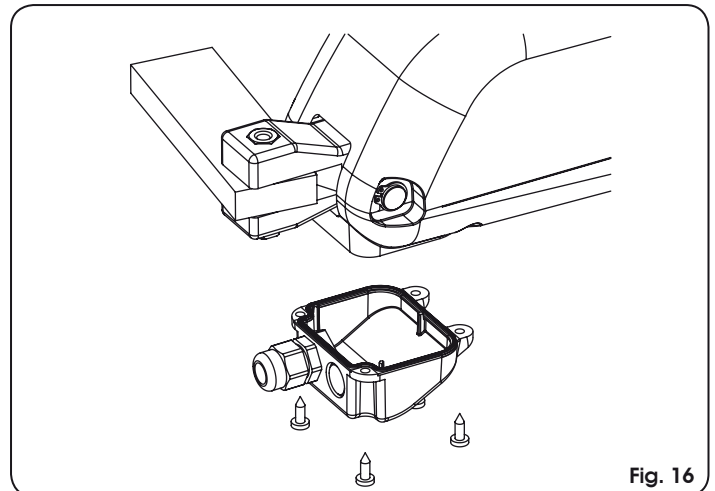

Fig. 16
- Cierre la tapa con los cuatro tornillos suministrados en dotación, Fig. 16.